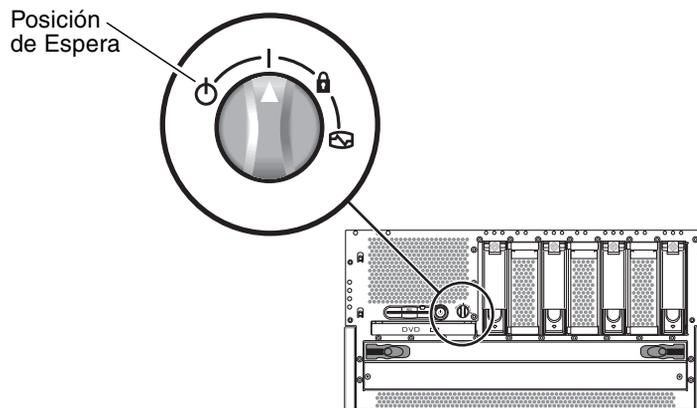

FIGURA 4-24 Colocación del conmutador giratorio en la posición de Espera
2. Gire el conmutador hasta la posición de Espera (FIGURA 4-24).